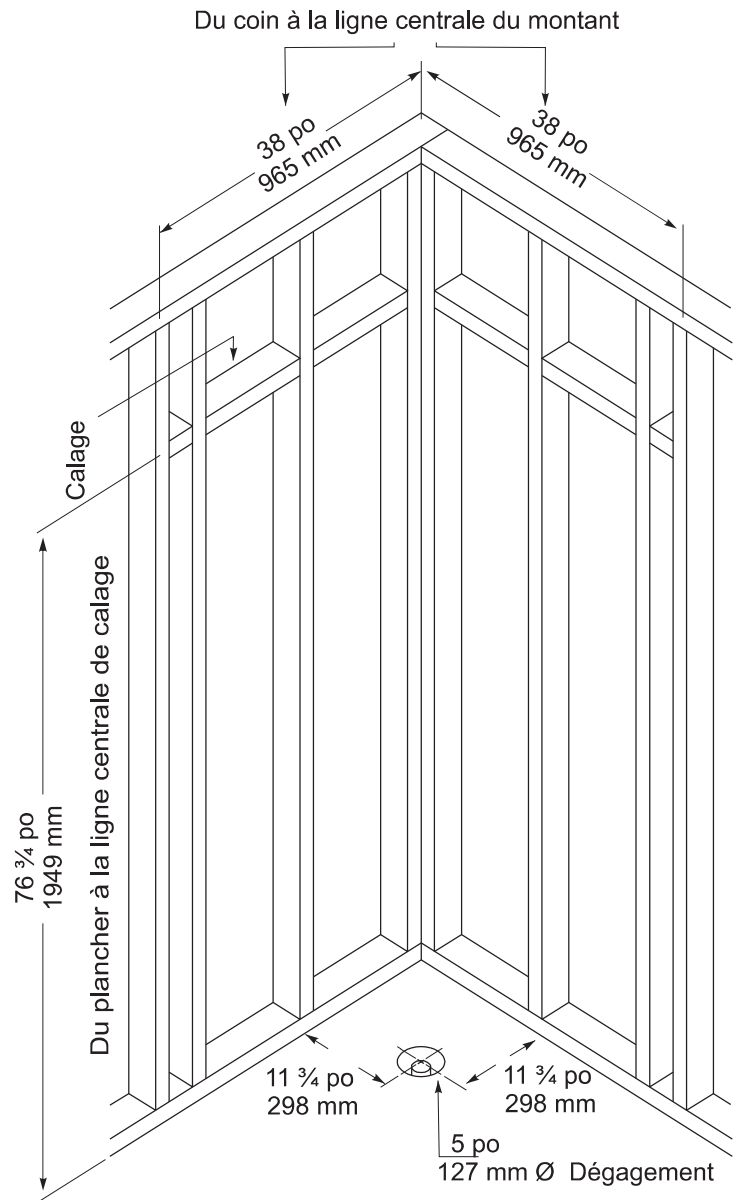

FIGURE 1 - PRÉPARATION
3. La figure 1 montre l'emplacement de la vidange doit et le dégagement. Le tuyau de vidange doit être vertical.